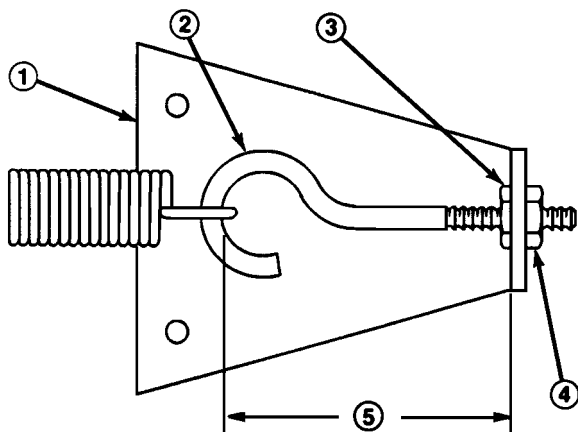

Fig. 50
4. Drej, med uret, indtil afstanden mellem indersiden af øjeboltens øje og indersiden af fjederankerpladen er forkortet 3 mm, som vist i fig. 50. Stram møtrikken.